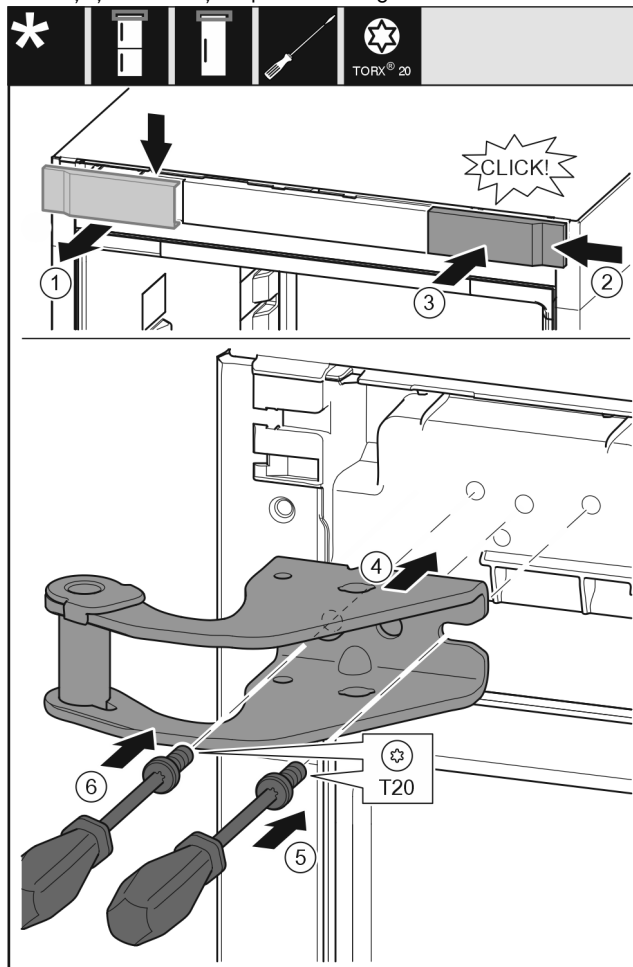

Fig. 8
- ▶ Detașați apărătoarea de sus spre înainte. Fig. 8 (1)
- ▶ Acroșați pe cealaltă parte din dreapta capacul rotit cu 180°. Fig. 8 (2)
- ▶ Fixați în poziție apărătoarea. Fig. 8 (3)
- ▶ Așezați suportul de lagăr superior. Fig. 8 (4)
- ▶ Așezați și înșurubați ferm șurubul cu șurubelnița T20. Fig. 8 (5)
- ▶ Introduceți și înșurubați ferm șurubul cu șurubelnița T20. Fig. 8 (6)